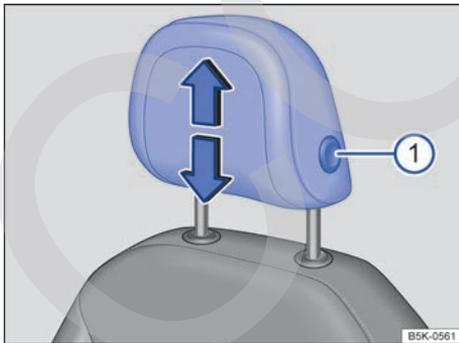

Fig. 80 Ajuste de los apoyacabezas delanteros.
- Desplace el apoyacabezas en el sentido de una de las flechas: o bien hacia arriba, o bien hacia abajo a la vez que presiona la tecla → fig. 80 ① → ▲.